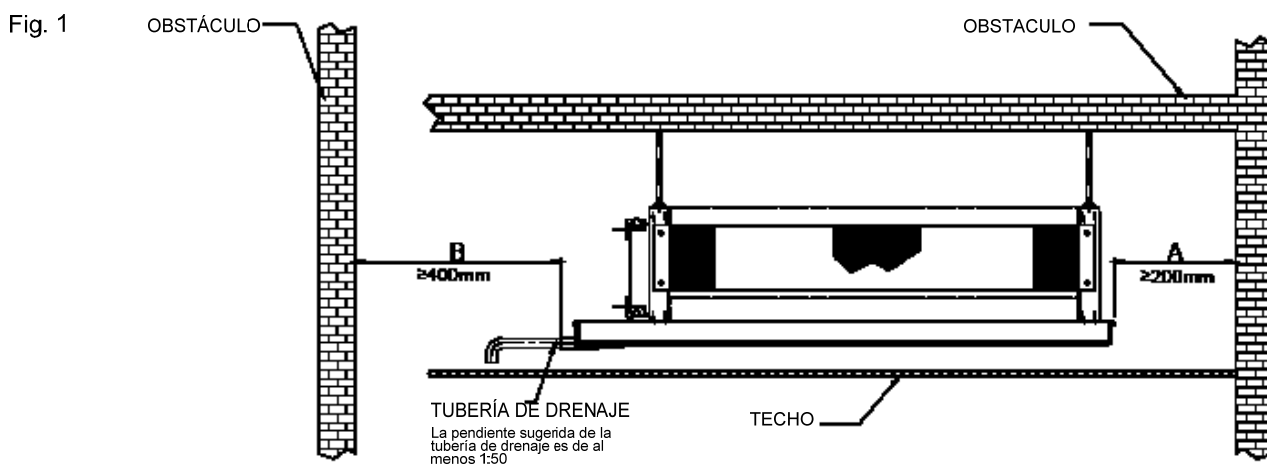

Fig. 2 CON Y SIN FORMA PLENUM:
2. Hay agujeros en la parte superior de la unidad para colgarla. Por favor vea la Fig.1. Fig.2 y Fig.3.